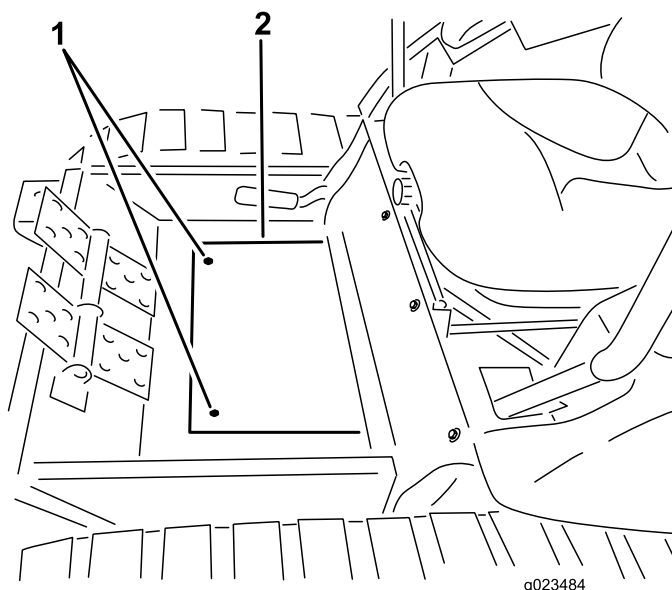

Figura 34
28. Instale la tapa de la chapa de suelo del bastidor de invierno en el suelo con los tornillos que retiró anteriormente (Figura 34).